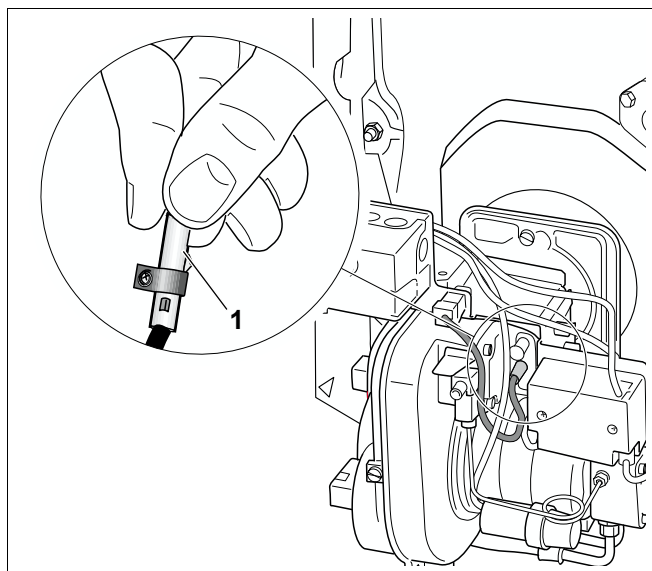

Рис. 17 Проверка работы датчика пламени
- При работающей горелке вынуть датчик пламени, взяв его за предусмотренную для этого ручку (рис. 17).
- Закрывать датчик пламени (рис. 17, **поз. 1**). После повторного запуска должно произойти отключение из-за неисправности.